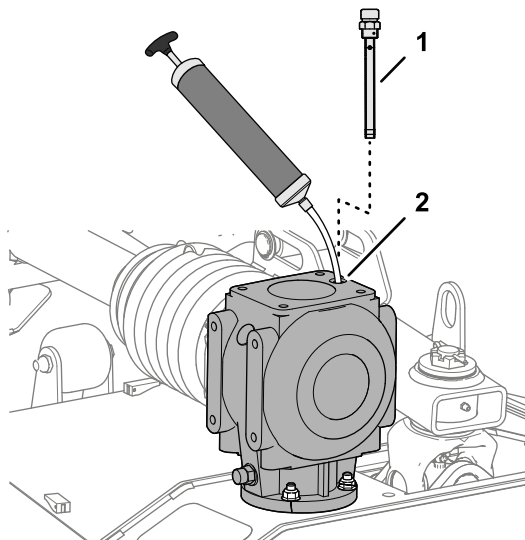

Figure 62
1. Retirez la jauge au sommet du boîtier d'engrenages (Figure 62).
2. Videz le liquide du boîtier d'engrenages en insérant une seringue à huile dans l'orifice de la jauge (Figure 62).